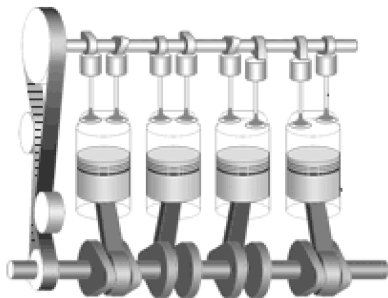

图 1-3 单顶置凸轮轴发动机
1) SOHC (Single Overhead Camshaft) 是指单顶置凸轮轴发动机。如图 1-3 所示, 它在气缸盖上用一根凸轮轴直接驱动进、排气门, 适用于高速发动机。